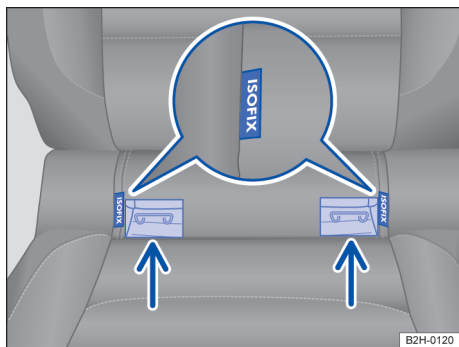

Fig. 42 Identificação dos pontos de ancoragem inferiores da cadeira de criança no banco do veículo.
- Colocar a cadeira de criança nos olhais de retenção. As aberturas de introdução encontram-se ao lado da inscrição ISOFIX → Fig. 42 (seta). A cadeira de criança deve engatar de modo seguro e audível.
- Posicionar a cadeira de criança sobre a superfície do banco e prender os ganchos dos cintos de fixação nos olhais de fixação → Fig. 42.